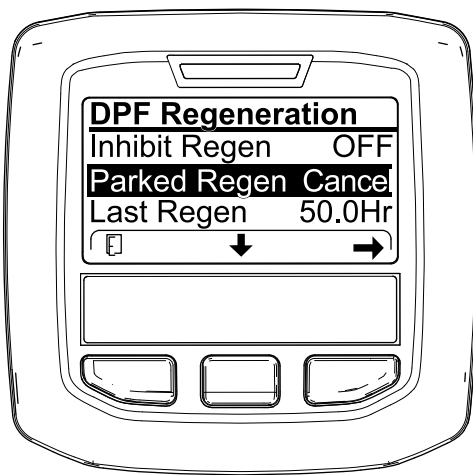
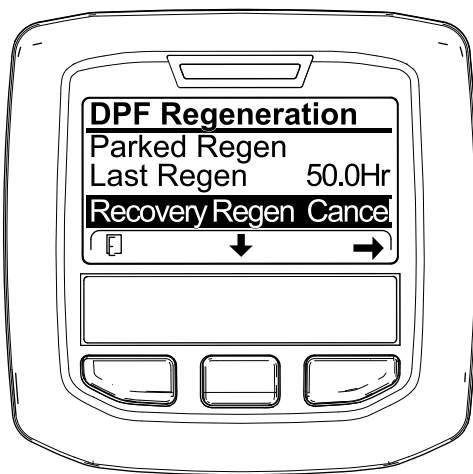

図 58
図 59
2. 中央ボタンを押して下へスクロールし、駐車再生キャンセル PARKED REGEN CANCEL (図 58) またはリカバリ再生キャンセル RECOVERY REGEN CANCEL を選ぶ図 59。
3. 右ボタンを押すと再生キャンセルに Regen Cancelに入る図 58または図 59。